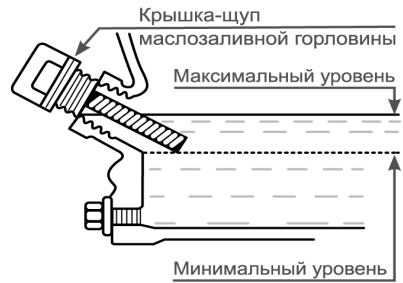

РИС. 8
- Откройте заливную горловину. Выверните крышку-щуп из маслозаливной горловины (Рис. 8).